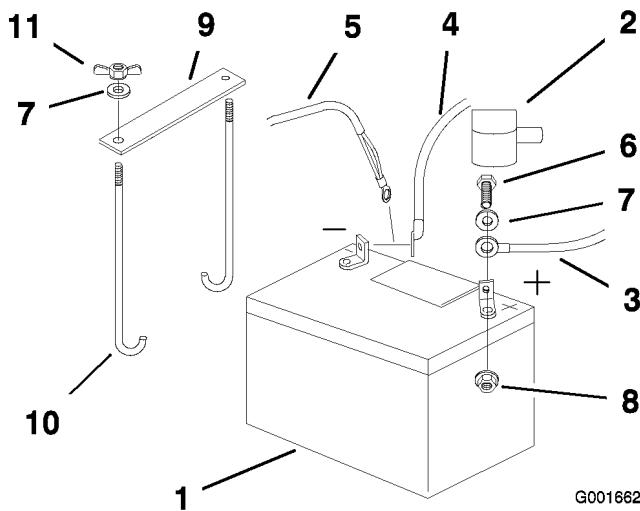

Figure 38
- Commencez par débrancher le câble négatif et le câble de masse de la borne négative (-) de la batterie (Figure 38).**
- Ôtez le capuchon rouge de la borne positive (rouge) de la batterie. Débranchez ensuite le câble positif (rouge) de la batterie (Figure 38).**